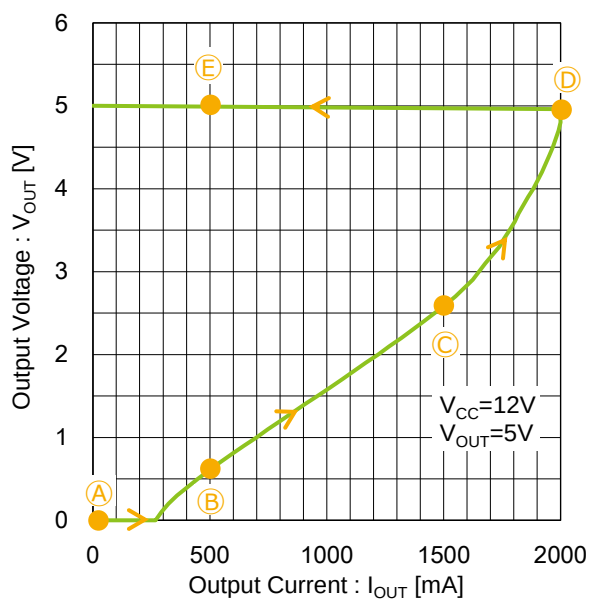
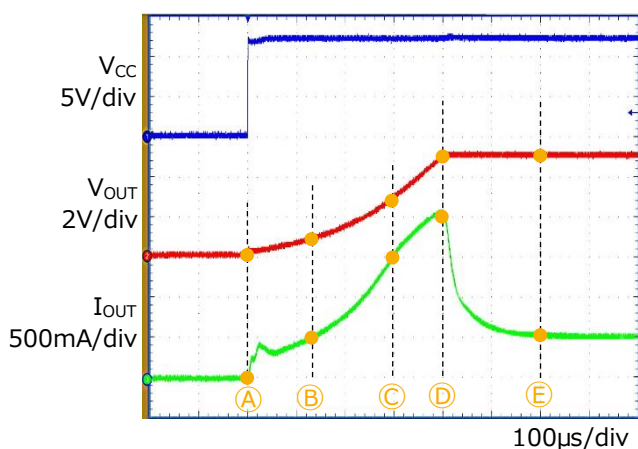
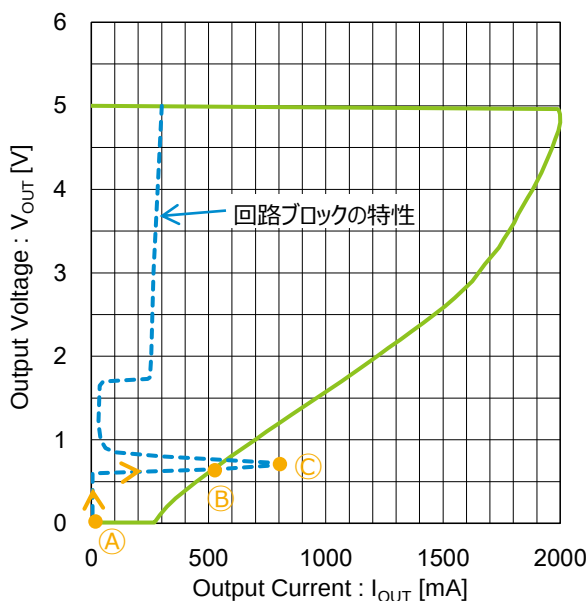
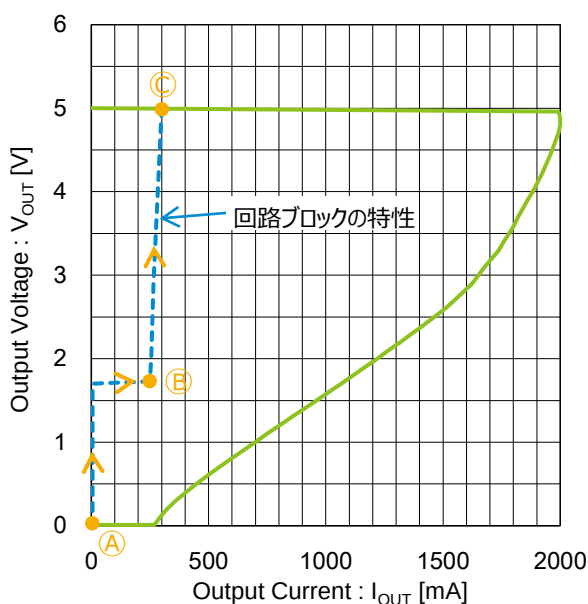

Figure 3. 過電流保護回路のフォールドバック特性例と抵抗負荷時の起動時の動作点変移
Figure 4. 起動波形例
Figure 10. 貫通電流がある回路ブロックを起動した時の動作点変移
Figure 12. Figure 11 の回路ブロックを起動したときの動作点変移
始めに通常負荷(抵抗負荷)の場合の起動シーケンスを説明します。Figure 3 は過電流保護回路のフォールドバック(フの字)特性の例です。Figure 4 はレギュレータ出力に 100μF のコンデンサと、5V 時に 500mA の負荷電流が流れる抵抗負荷が接続された回路の起動波形です。
この回路ブロックを、前述 Figure 3 の過電流保護回路を搭載したリニアレギュレータに接続した場合、起動時の動作点は Figure 10 の様になります。動作点は④点から起動を開始し、貫通電流が流れる③点へ移動したいのですが、過電流保護回路により③点で電流制限を受けます。ここで安定点がでるため、出力電圧が上昇することができずに起動トラブルが起こります。
この回路ブロックを、前述 Figure 3 の過電流保護回路を搭載したりリニアレギュレータに接続した場合、起動時の動作点は Figure 12 のようになります。動作点は①点から動作を開始し、②点③点へと移動し正常に起動します。これだけ見れば問題ないように見えます。